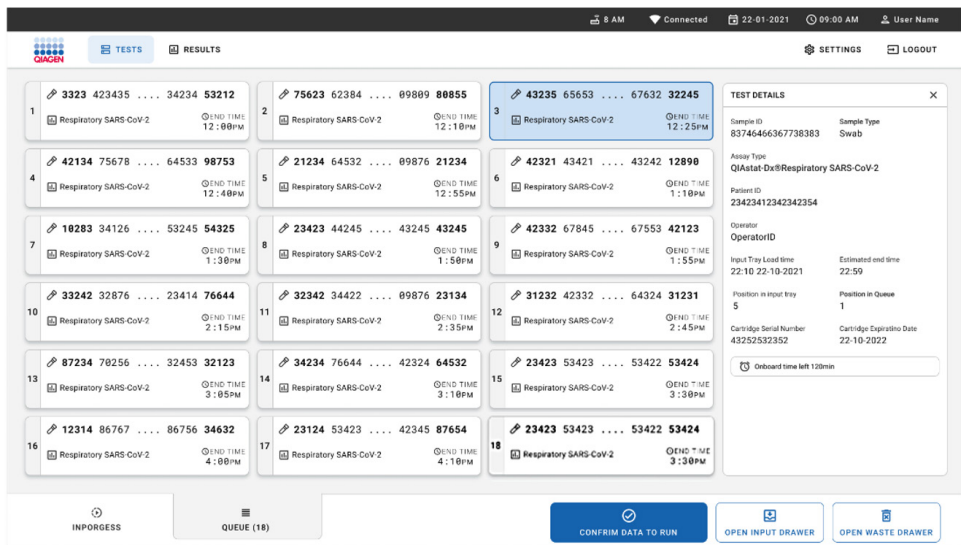

图 31.带有显示选定检测附加信息的样本队列屏幕。
如果您在触摸屏上选择某项测试，屏幕的 TEST DETAILS（测试详细信息）部分会显示附加信息（图 31）。
16. 当所有显示的数据都正确无误时，按下屏幕底部的 **CONFIRM DATA TO RUN** (确认数据运行测试) 按钮 (图 31)。然后，需要操作员进行最终确认才能运行测试。